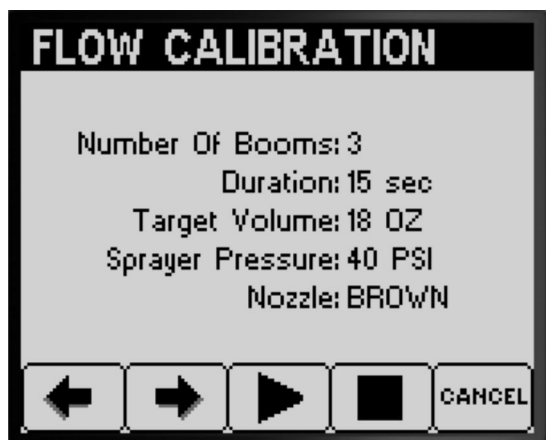

図 50
- テスト内容確認画面で、ブームの数、ノズルの色を確認し、問題なければボタン3を押してテストを開始する 図 50。